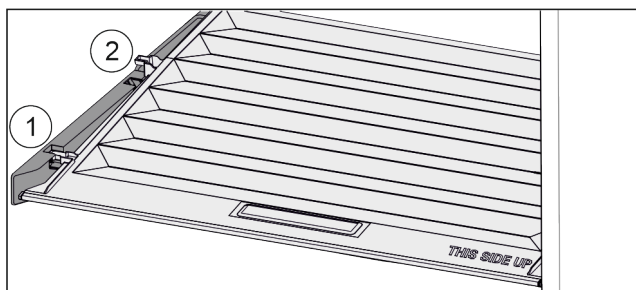

Fig. 58
- Tirare in avanti il coperchio fino all'apertura nei fermi Fig. 58 (1).
- Sollevare posteriormente dal basso e togliere verso l'alto Fig. 58 (2).